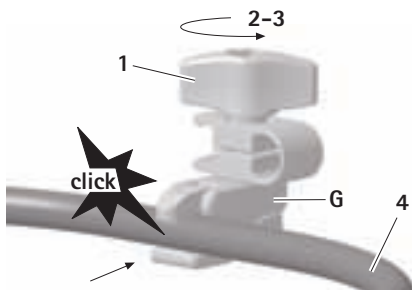

Fig. 6
- Fijar con un clic la grapa G en la posición deseada sobre el marco 4 (BV814R/BV815R), ver Fig. 6. La grapa G se mantiene sujeta al marco 4 de forma automática.